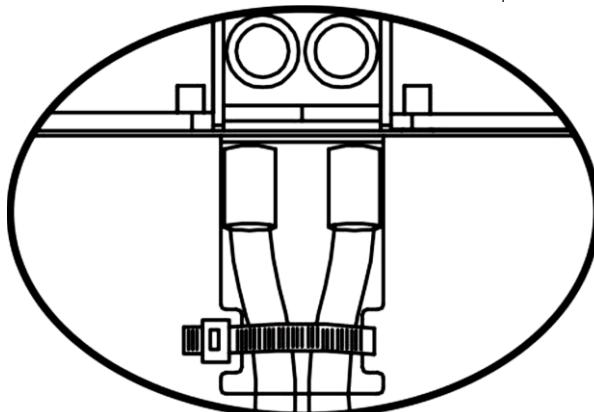

Рисунок 5.5 – Фиксация проводов АКБ.
**Шаг 4.** Закрепите провода на вспомогательной пластине с помощью кабельной стяжки (Рисунок 5.5).